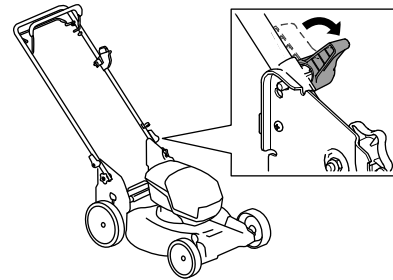

Bild 17
3. Lösen Sie die Holmarretierung (Bild 17).